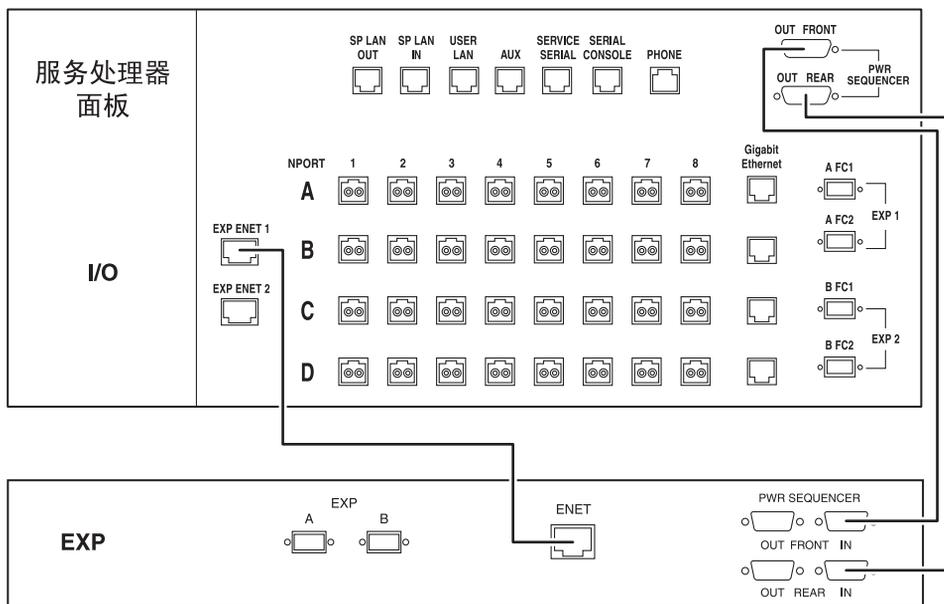

图 B-4 用以太网电缆和电源定序器电缆连接基本机箱服务面板与扩展机箱 1
1. 如果您要连接一个扩展机箱，请按图 B-4 中所示，在基本机箱和服务面板之间连接一根以太网电缆（10M RJ45/RJ45 双绞线，部件编号 530-3138-01）和两根电源定序器电缆（部件编号 30-3210-01），